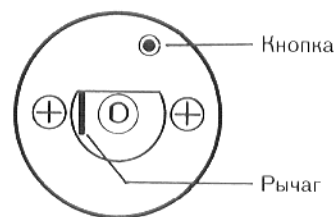

Рис. 2
2. Вдавить рычаг или кнопку (в зависимости от типа регулятора) винтовёртом, или подобным инструментом, до тех пор, пока не сработает предохранительное тепловое реле (рис. 2).